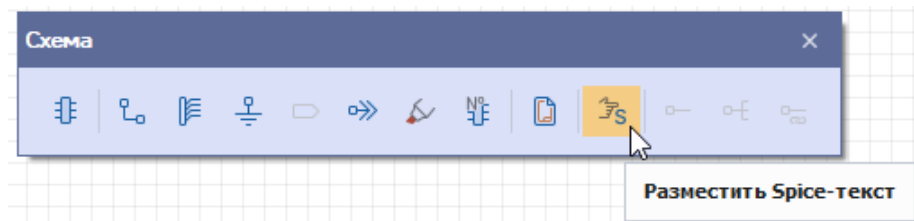

Рис. 25 Добавление объекта SPICE-блока с помощью панели инструментов
2. При помощи инструмента «Разместить SPICE-текст», расположенного на панели инструментов «Схема», см. Рис. 25.